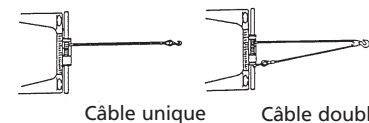

Figure 1
1. Ne maintenez pas l'alimentation au treuil si le moteur cale. Les surcharges peuvent endommager le treuil et/ou le câble et peuvent créer des conditions dangereuses. POUR LES CHARGES DE PLUS DE 2/3 DE CAPACITÉ NOMINALE, NOUS RECOMMANDONS D'UTILISER LE PALAN FACULTATIF AFIN DE DÉDOUBLER LE CÂBLE (voir la figure 1). Ceci réduit la charge appliquée au treuil et au câble d'environ 50%. En cas d'attache au même véhicule, fixez le treuil au cadre ou à un autre point de porte-charge. Le moteur du véhicule devrait être en marche pendant le fonctionnement du treuil pour minimaliser l'épuisement de la batterie et maximiser la force et la vitesse du treuil. Si un treuilage important est effectué sans que le moteur ne soit en
3. Afin de maximiser la vie du treuil et du câble, utilisez un palan pour avoir un câble double pour les charges plus lourdes (Fig. 1).